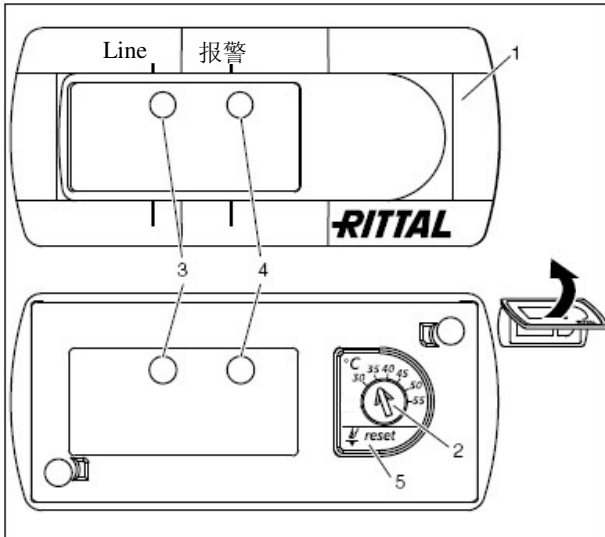

图34：基本控制器：
基本控制器监视和控制机柜空调。通过绿色和红色 LED（图 34 第 3 和第 4 项）指示工作和故障状态。
• 按住橡胶化的电位器显示器（见第22页图34第5项）的同时重新打开电源开关，并将按钮（5）再多按住5秒钟（接近电位器的方法见6.1.1）。
- 在温度设置装置（见第22页图34）上设置所需的温度。
- 按住复位按钮（图34第5项）至少3秒钟。红色LED熄灭。